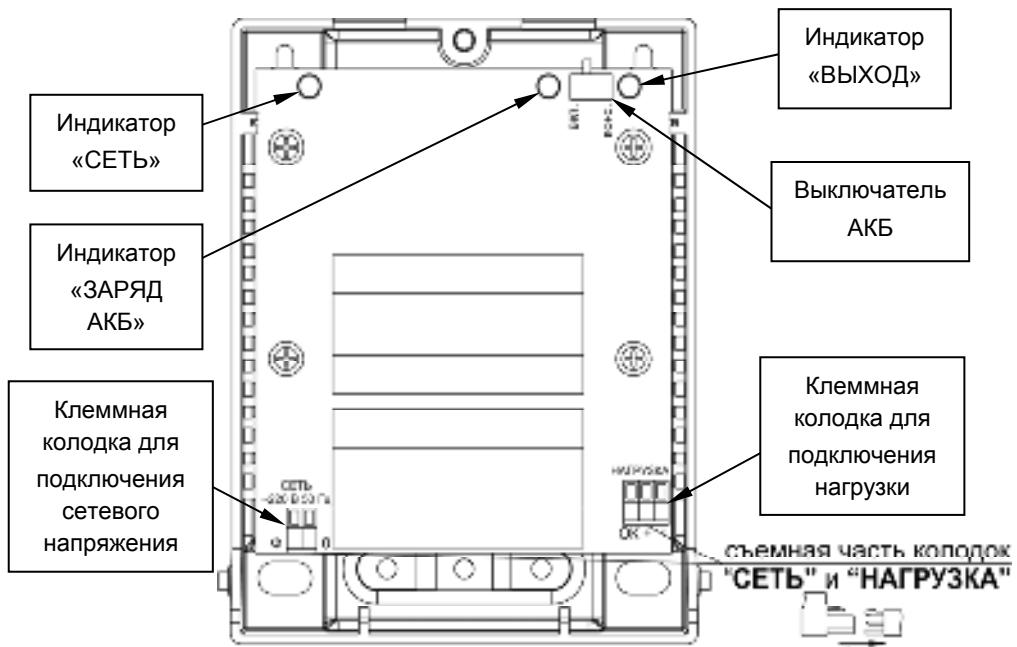

Рисунок 1 – Вид изделия со снятой крышкой
- возможность отключения встроенной АКБ с помощью выключателя АКБ (см. рисунок 1), указанный выключатель предназначен для отключения встроенной АКБ при транспортировке, хранении, или в случае длительного перерыва в эксплуатации изделия;
Изделие оснащено выключателем для включения/выключения встроенной АКБ, имеет две клеммные колодки для подключения входных и выходных проводных соединений и светодиодной индикацией (см. рисунок 1):